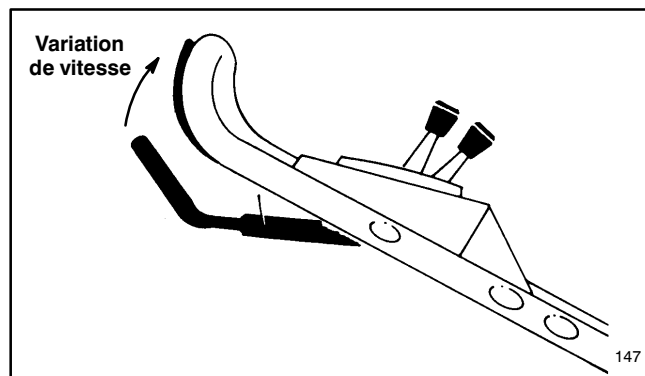

Figure 13
7. COMMANDE DE LA TRACTION—Placer le sélecteur de vitesse dans la position désirée, et serrer la barre de commande vers le mancheron pour avancer. **La vitesse d'avance peut être modulée en augmentant ou en réduisant la distance entre la barre de commande et le mancheron.** (Fig. 13). Laisser la barre de commande descendre un peu pour ralentir la tondeuse dans les tournants et les manoeuvres, ou si l'avance est trop rapide pour vous. Si la barre de commande descend trop bas, la tondeuse s'arrête d'avancer. Pour avancer plus vite, serrer la barre de commande vers le mancheron. Quand la barre de commande est serrée tout contre le mancheron, la tondeuse avance à la vitesse maximum. Il n'est pas nécessaire de serrer la barre de commande aussi loin pour avancer. Pour la tonte des bordures ou pour quitter la tondeuse un instant, mettre la manette de vitesse d'avance sur .